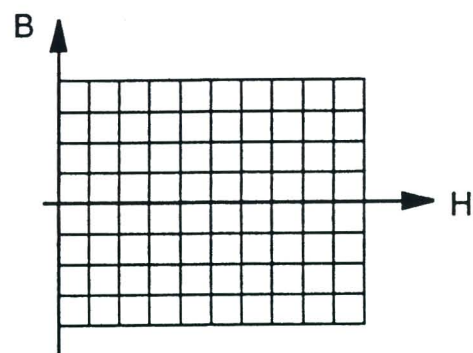

Fig.7.3b
- 14) Observar, en la presentación osciloscópica, la curva de histéresis y trazarla en la Fig.7.3b